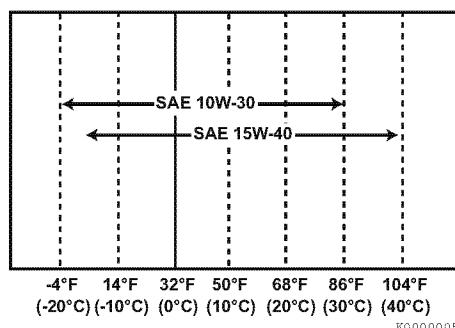

Figura 5
- Selezionare la viscosità dell'olio in base alla temperatura dell'ambiente in cui deve operare il motore. Consultare la tabella dell'indice di viscosità SAE (**Figura 5**).